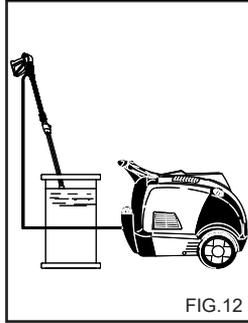

FIG.12
**ИСПОЛЬЗОВАНИЕ АНТИФРИЗА (Рис.12).**